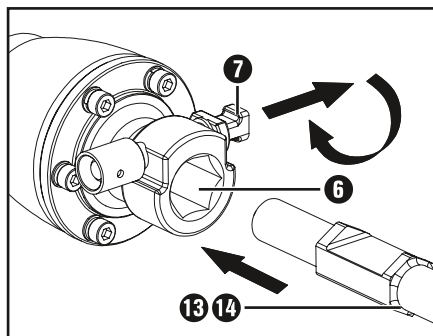

Abb. 2
- ◆ Setzen Sie den Meißel **13** / **14** mit der Einfärsung in Richtung des Verriegelungsbolzens **7** ein. (siehe Abb. 2)